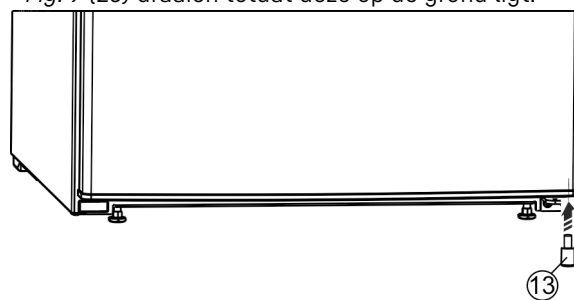

Fig. 11
- ▶ Het afstandsdeel Fig. 11 (13) weer rechtsonder in de deur plaatsen, omdat het belangrijk is voor de stabiliteit van het apparaat.